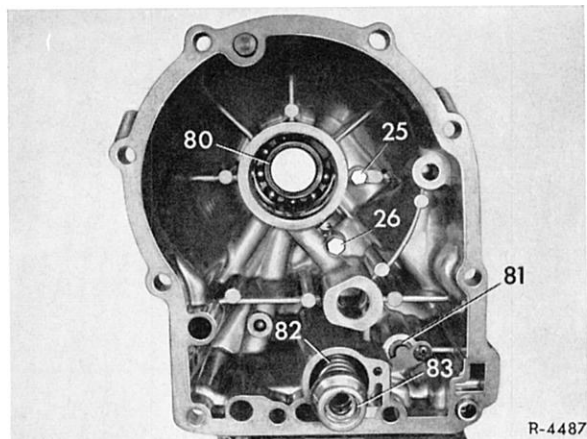

Bild 27-1/39
19 Kugellager (80) einpressen und Sicherungsring einsetzen. Abdichtring einpressen, Sekundärpumpe und Tachometerantrieb mit Befestigungsschrauben (25 und 26) einsetzen (Bild 27-1/39).